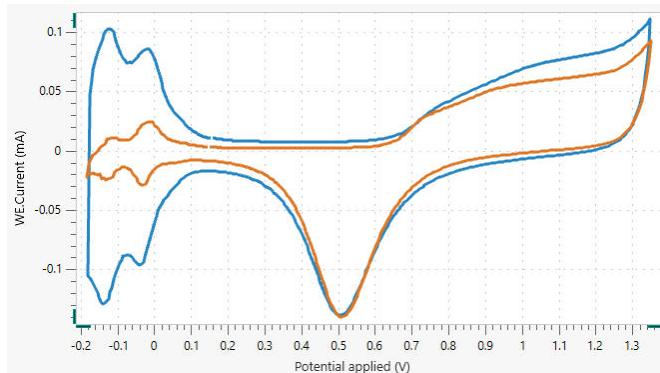

**Figura 4.** La escalera CV realizada en el electrodo de platino en ácido sulfúrico. Para los códigos de color, consulte la Tabla 1.
**Tabla 1.** Relación entre los colores de cada voltamperograma cíclico en figura 3 y Figura 4, con las velocidades de exploración correspondientes.
En **Figura 4**, se muestran los voltamogramas cílicos de escalera realizados a diferentes velocidades de barrido y potenciales escalonados. Cada color corresponde a un ciclo a diferente velocidad de escaneo y potencial de paso (**tabla 1**). Tanto las tasas
en **Figura 4**.